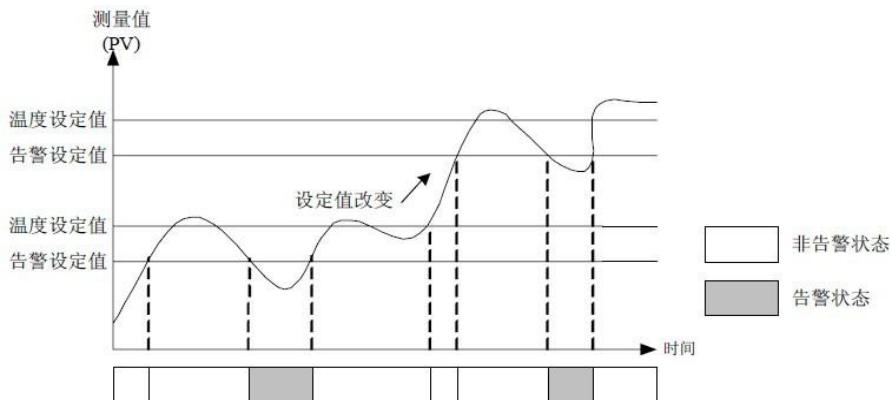

图 4-24 告警再等待示意图
3. 再等待告警则在等待告警的基础上多等待一次，即忽略电源接通时的测量值触发的告警（等待）和设定值改变时的测量值触发的告警（再等待），直至测量值下次触发告警，如图4-24所示。